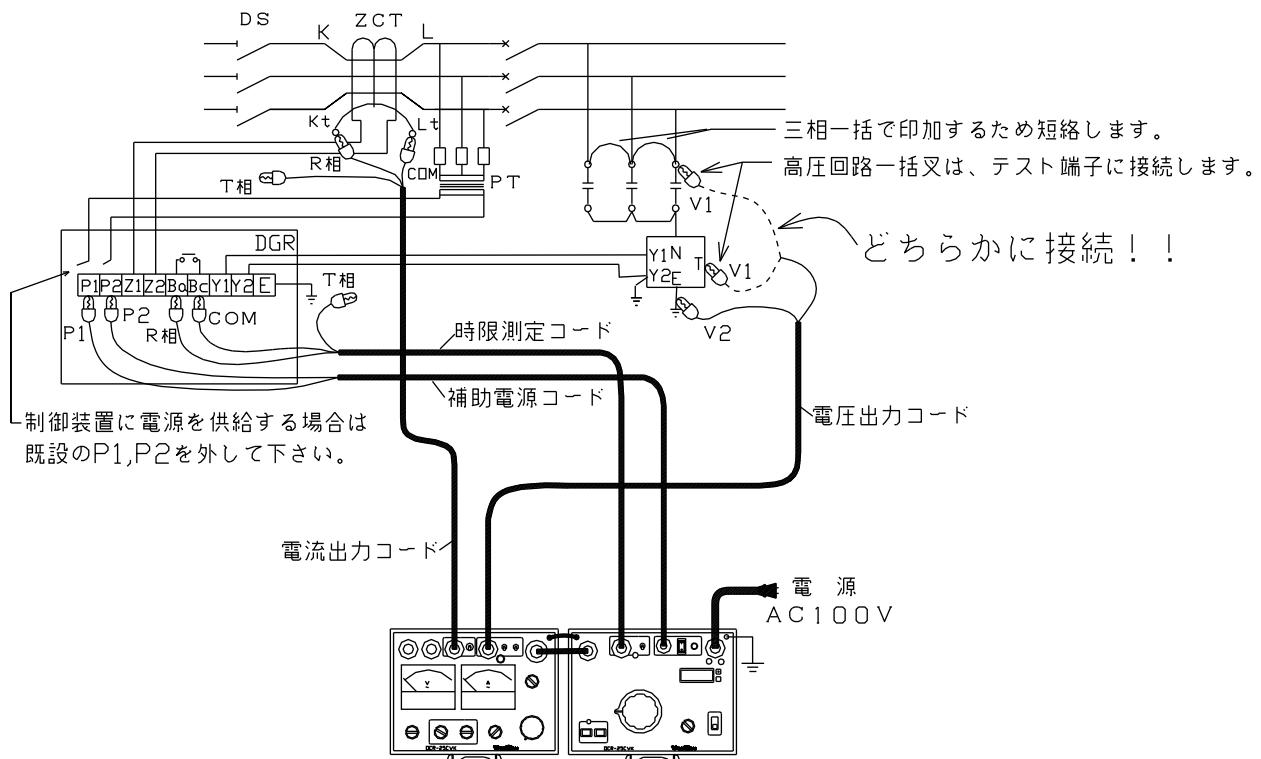

図16：試験回路図一電気室の単体試験（停電状態）
7. 以上のような点を注意し、試験回路を構成します。(図16,17)